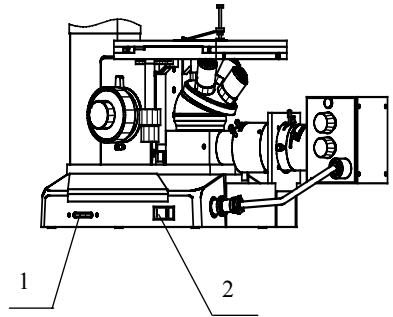

图 2
- 1) 照明器的电源开关和亮度调节旋钮在仪器的右下方。整个电气系统都受保险丝管保护，保险丝座在电源插座内。(图 2)
- 2) 打开电源开关，使照明器处于工作状态，参照图 2。如果灯不亮，请检查亮度调节旋钮是否处于过低的位置。